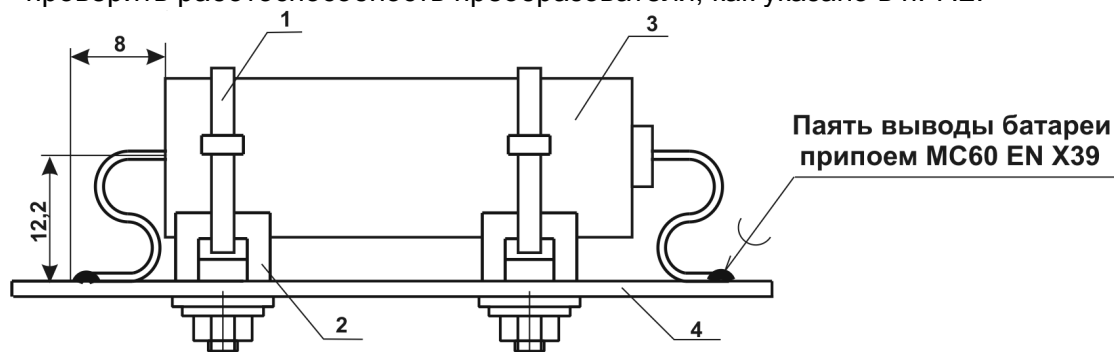

Рисунок 7.3 – Монтаж (демонтаж) батареи на плате ВПС3
Замену батареи (см рис. 7.3) проводить в следующей последовательности:
- произвести S-образную формовку выводов батареи и выполнить пайку выводов согласно рис. 7.3;